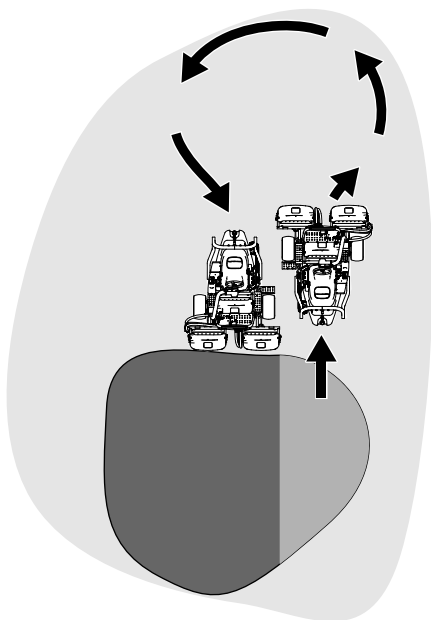

图 24
- 要缩短下一趟剪草的操作时间并方便剪出直线应轻轻朝相反方向转动机器然后再转向未剪部分。此动作是一个泪滴状的转弯图 24 可将机器快速对齐进行下一趟剪草。